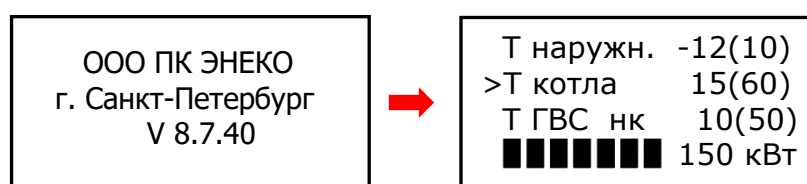

Рис. 9
7.9. **Внимание!** При вводе в эксплуатацию и далее периодически, один раз в год перед началом отопительного сезона, необходимо проверять правильность функционирования контроля протока теплоносителя (для электрокотлов мощностью 150 кВт и более). Для этого необходимо отключить все автоматические выключатели ТЭНов и автоматический выключатель циркуляционного насоса котлового контура. Если при включении электрокотла на дисплее контроллера появится надпись «Нет протока!» и сработает звуковая индикация, а после повторного включения электрокотла с включённым автоматическим выключателем циркуляционного насоса котлового контура надпись об отсутствии протока не появляется и дисплей перейдёт в режим ожидания (см. рис. 9), то значит контроль протока теплоносителя функционирует исправно и электрокотёл готов к эксплуатации. Если после повторного включения электрокотла с включённым автоматическим